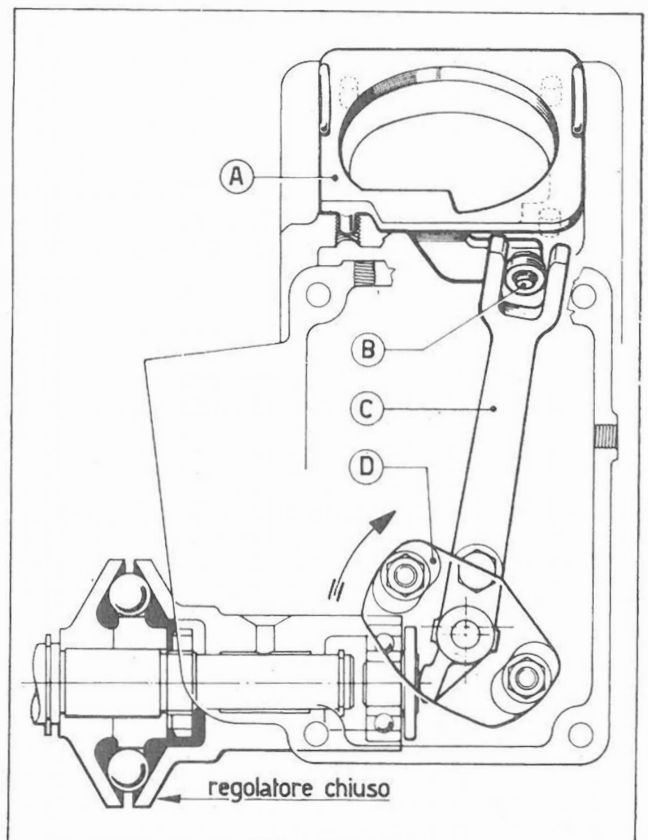

Fig. 91
- Collocare nell'alloggiamento della pompa iniezione il calibro A 7276-2003-04 per 672-832 o 7277-2003-05 per 673-833, innestando il perno B nella forcina della leva C (Fig. 91).
- Mantenendo in posizione il calibro A, ruotare il supporto D in senso orario finché l'estremità della leva chiuda completamente il regolatore (Fig. 91).
2. Place gauge A 7276-2003-04 for 672-832 or 7277-2003-05 for 673-833 in injection pump housing, and snap journal B in fork of lever C (Fig. 91).
3. Keeping gauge A in position, rotate support D clockwise until lever end closes governor completely (Fig. 91).
- Placer dans le logement de la pompe d'injection le calibre A N°7276.2003.04 pour 672-832 ou N°7277.2003.05 pour 673-833, en engageant l'axe B dans la fourchette du levier C (fig.91). La position de l'axe correspond au débit maximum de la pompe.
- En maintenant en position le calibre A, tourner le support D en sens horaire, jusqu'à ce que l'extrémité du levier ferme complètement le régulateur (fig.91).